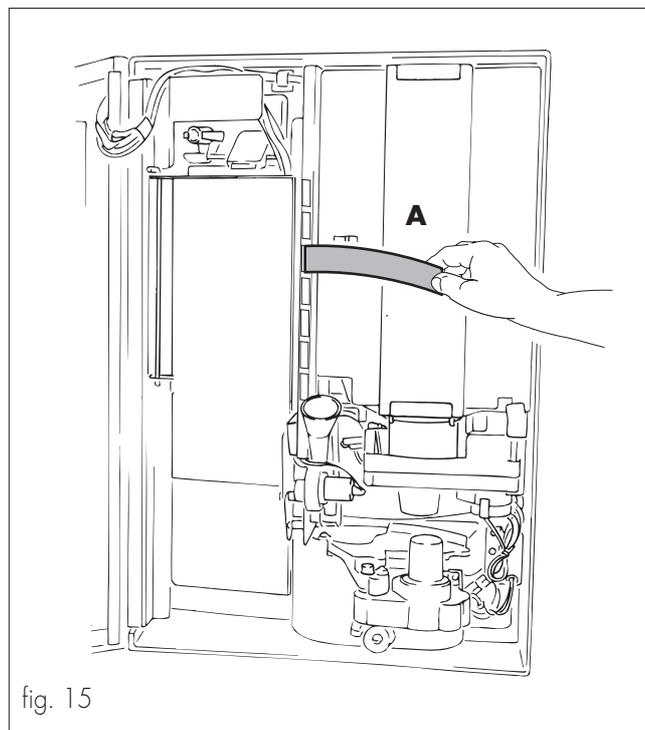

fig. 15
- Introducir las placas en los alojamientos apropiados desde las ranuras situadas en la parte interna del portillo (ref. **A**, fig. 15).